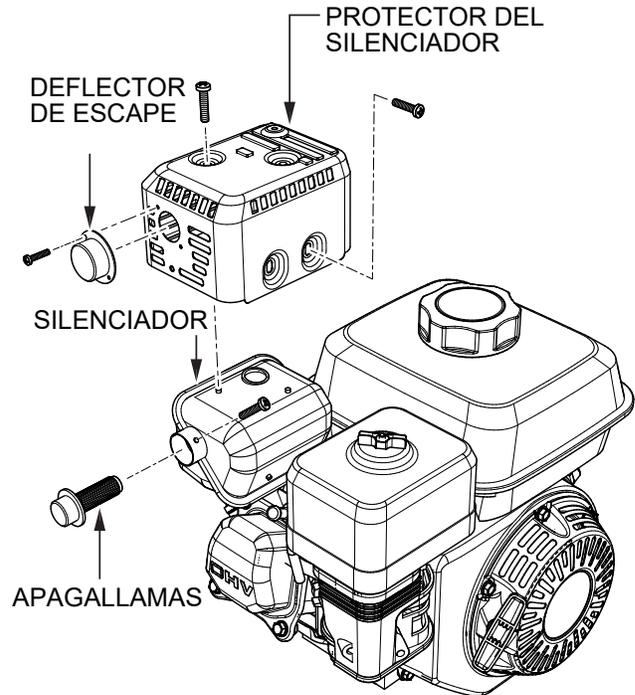

Figura 56. Retirada del apagallamas
1. Quite los tornillos que sujetan el deflector de escape al protector del silenciador, y después quite el deflector de escape (Figura 56).
2. Quite los tornillos que sujetan el protector del silenciador al silenciador, y después quite el deflector del silenciador (Figura 56).
3. Quite el tornillo que sujeta el apagallamas al silenciador, y después quite el apagallamas (Figura 56).